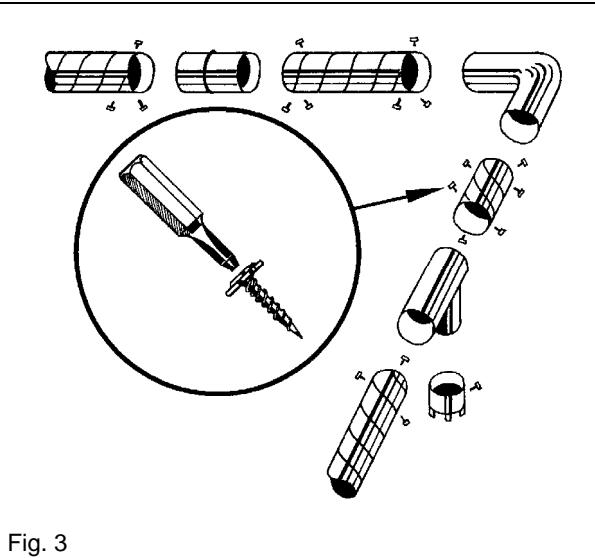

Fig. 3
### Sammenkoblinger av kanal deler (Fig. 3)
### Sammankoppling av kanal delar (Fig. 3)
**D****Verbindungen (Fig. 3)**
**GB****Duct connections (Fig. 3)**